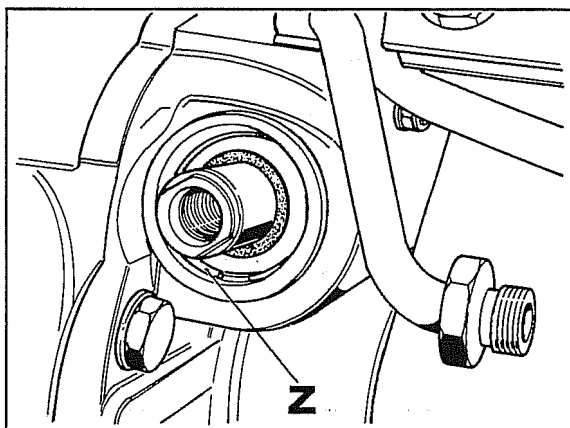

Fig. 71
4. Com o respectivo tampão bater e fazer recuar no interior a tampa **E** do cilindro até descobrir o anel elástico **Z** fig. 71 e extrair o anel.